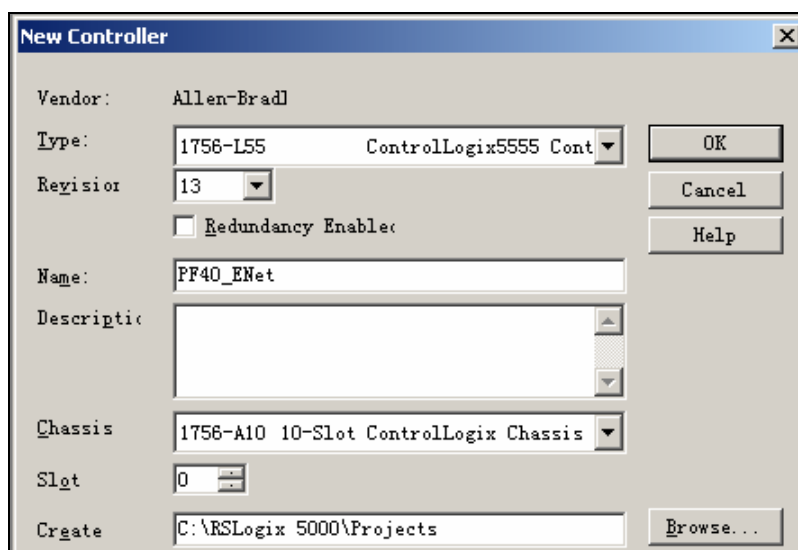

图 3-19 新建控制器对话框
11. 单击 *File->New* 创建新项目。看到 New Controller (新建控制器项目) 界面。起始槽号为 0。直接观察 ControlLogix Demo 箱, 确定 Logix5555 控制器所在槽位; 也可以打开 RSLinx 软件, 组态通讯, 在 RSWho 中确定 Logix5555 控制器槽位, 第二种方法显然更适用于操作员进行远程操作。配置好的画面如图 3-19 所示: